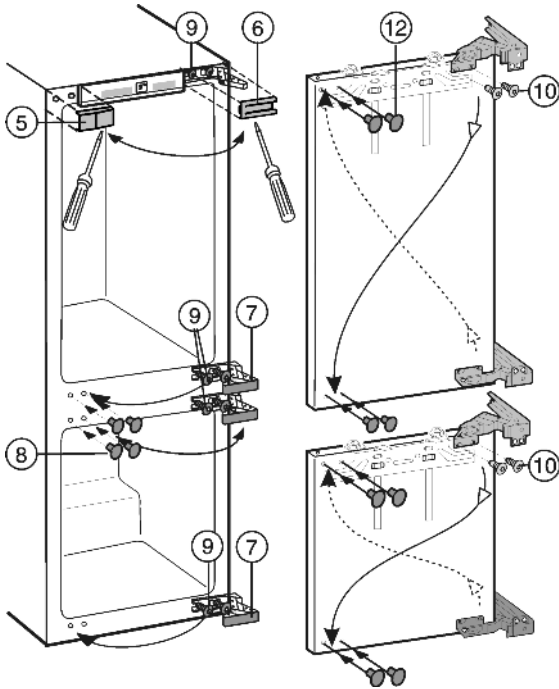

Fig. 4
- ▶ Soulever les caches Fig. 4 (5,6,7,8) avec un tournevis pour vis à fentes.
- ▶ Seulement desserrer les vis Fig. 4 (9) vis en haut et en bas au corps de l'appareil.
- ▶ Intervertir les vis Fig. 4 (9) sur le côté opposé et les visser provisoirement.
- ▶ Dévisser les vis Fig. 4 (10) et retourner la charnière en diagonale.
Les vis Fig. 4 (10) sont auto-taraudantes : Utiliser le tournevis à accu.
- ▶ Fermer les anciens trous de fixation avec les bouchons Fig. 4 (12).
- ▶ Mettre les portes dans les vis Fig. 4 (9) pré-montées et les visser avec un couple de serrage de **4 Nm**.